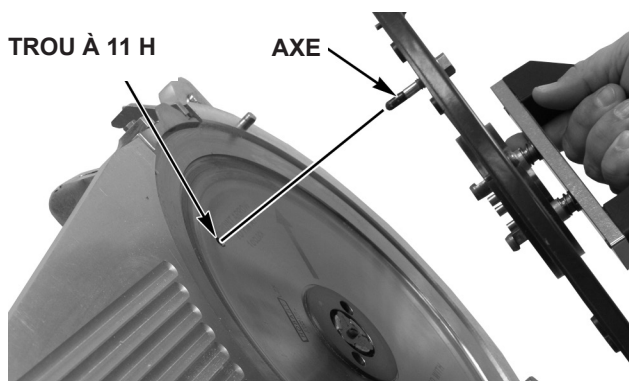

Fig. 12
- L'axe (Fig. 12) de l'extracteur est inséré dans le trou en position 11 h sur le couteau (Fig. 12).